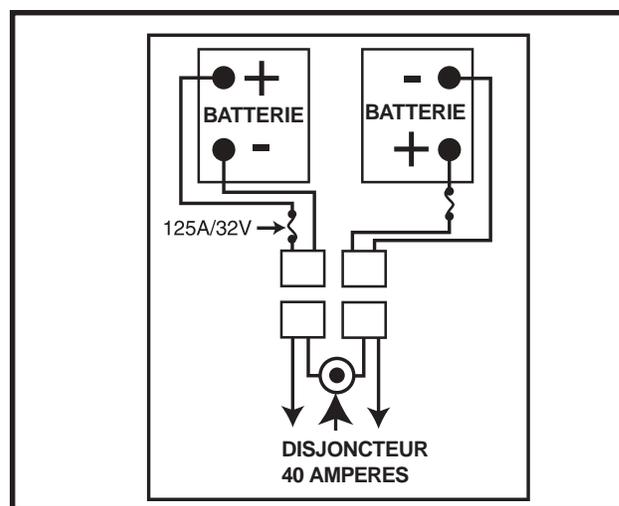

Figure 12. Orientation des fils des batteries
6. Placez une nouvelle batterie dans chaque puits en prenant soins d'aligner les bornes de la batteries droite près du mât de siège et les bornes de la batterie de gauche loin du mât. **Voir la figure 12.**